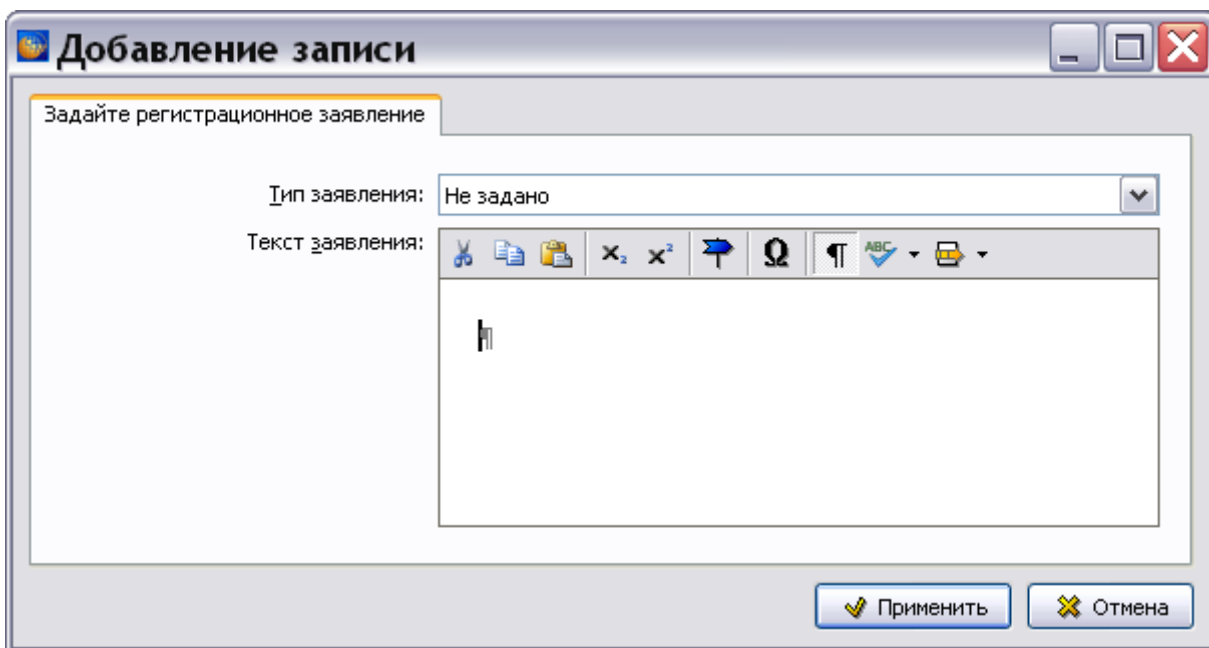

Рисунок 960
- Заявления. Для ввода заявления нажмите на кнопку **Добавить** . В окне **Добавление записи** выберите тип заявления и введите текст заявления (рисунок 960).